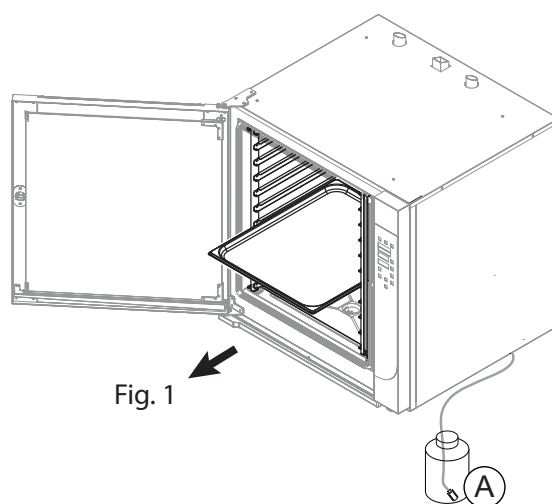

Fig. 1
**Pour des modèles avec lavage, placer le filtre raccordé au tube pour la récupération du détergent dans le conteneur prévu à cet effet (Fig. 1/A).**
Ouvrir la porte et retirer les plats (le cas échéant) du support de plats (Fig. 1).